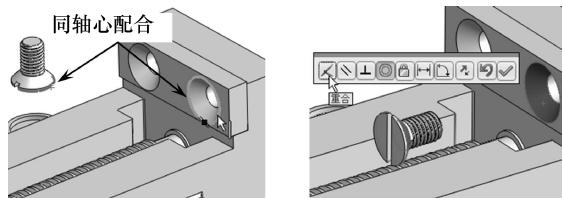

图 7-55 配合开槽沉头螺钉与钳口板
- 07 装配开槽沉头螺钉到钳口板。装配钳口板时将使用【同轴心】配合和【重合】配合，如图 7-55 所示。